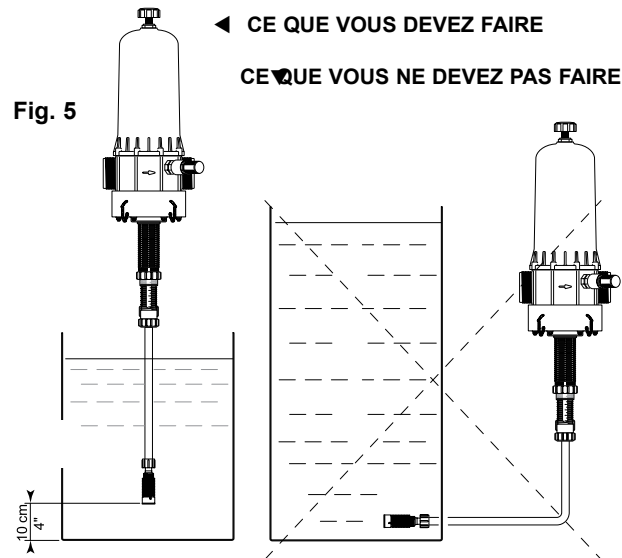

Fig. 5
**ATTENTION !** Laisser la crépine à 10 cm [4"] environ du fond du bac de solution afin d'éviter d'aspirer les particules non solubles qui risquent d'endommager le corps doseur (Fig. 5).